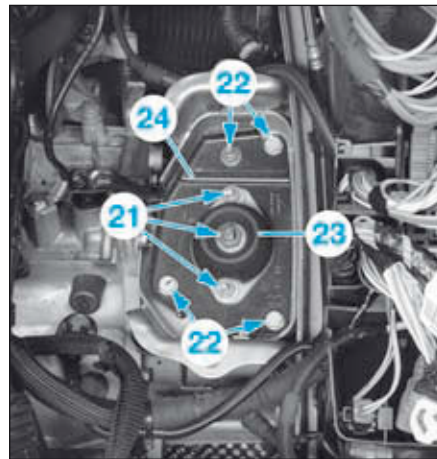

FIG.11
- les écrous (21) du support de boîte (Fig.11),
- les fixations (22) de la platine,
- le support de boîte (23) et sa platine (24),